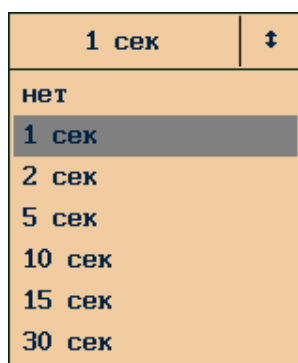

Рисунок 24 – Всплывающий список
5.1.2 Всплывающий список – элемент позволяющий выбрать один вариант из нескольких предложенных, рисунок 24